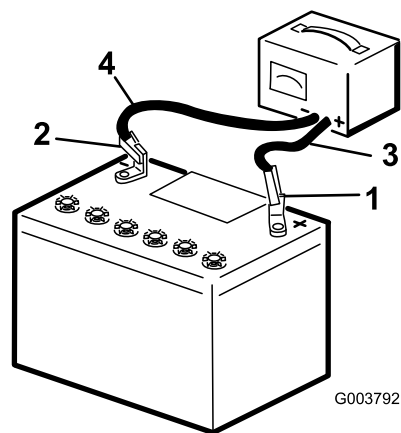

Figura 46
2. Cargue la batería durante 10 a 15 minutos a 25–30 A, o durante 30 minutos a 4–6 A (Figura 46). No sobrecargue la batería.
3. Cuando la batería esté completamente cargada, desconecte el cargador de la toma de electricidad, luego desconecte los cables del cargador de los bornes de la batería (Figura 46).
1. Usando las fijaciones que retiró anteriormente, conecte el cable positivo (rojo) al borne positivo (+) de la batería (Figura 46).
3. Usando las fijaciones que retiró anteriormente, conecte el cable negativo (negro) al borne negativo (-) de la batería (Figura 46).
4. Fije la batería usando la barra y las tuercas de orejeta (Figura 46).